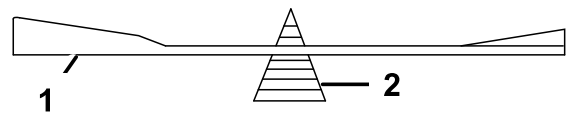

Figura 101
2. Verifique el equilibrio de la cuchilla colocándola sobre un equilibrador de cuchillas (**Figura 101**).